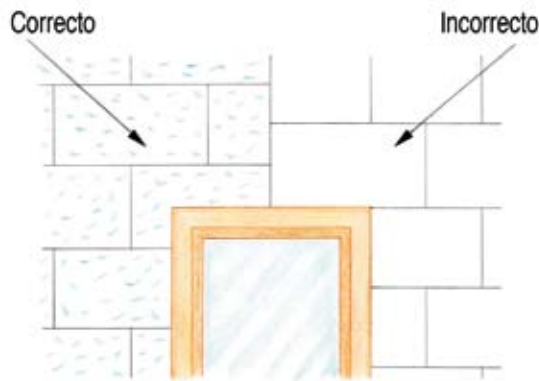
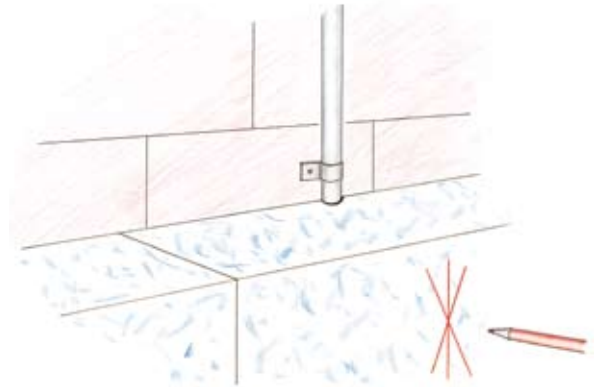

Figura 17
Figura 18
**Advertencia:** las aberturas en la fachada (p. ej. ventanas y puertas) no pueden prolongarse hasta las juntas de los paneles aislantes, a fin de evitar la formación de fisuras en dichas zonas (Figura 17). Los conductos (p. ej. por ejemplo conductos de agua o de electricidad) deberían señalizarse en los paneles aislantes inmediatamente después de la colocación de los paneles aislantes (Figura 18), a fin de evitar daños en dichos conductos al realizar un espigado.